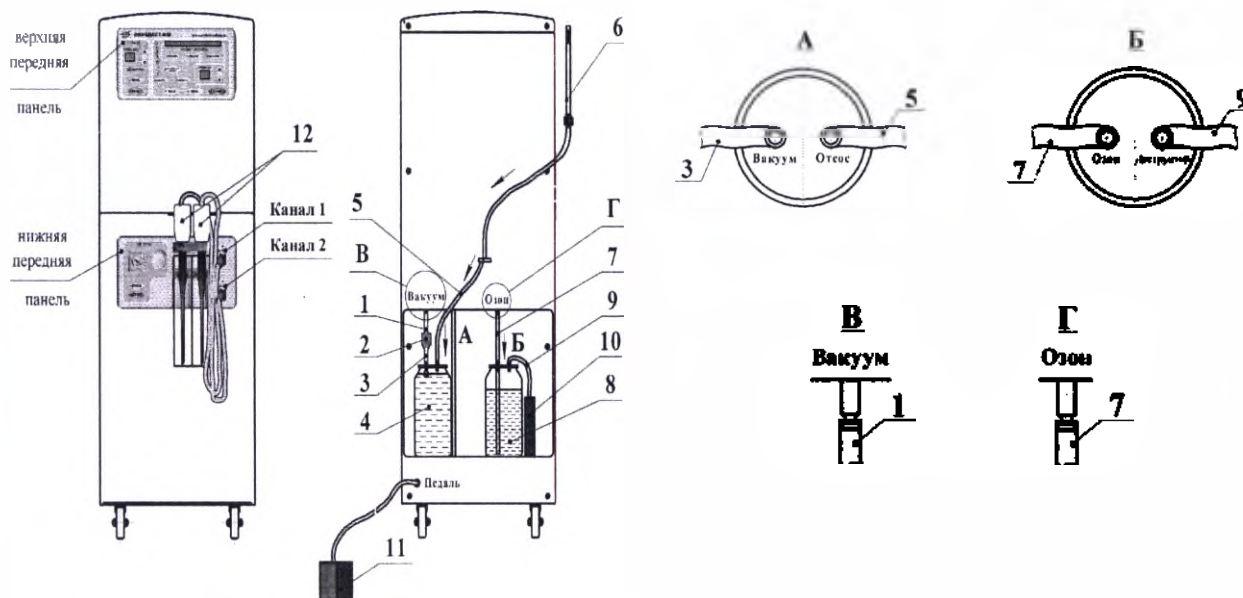
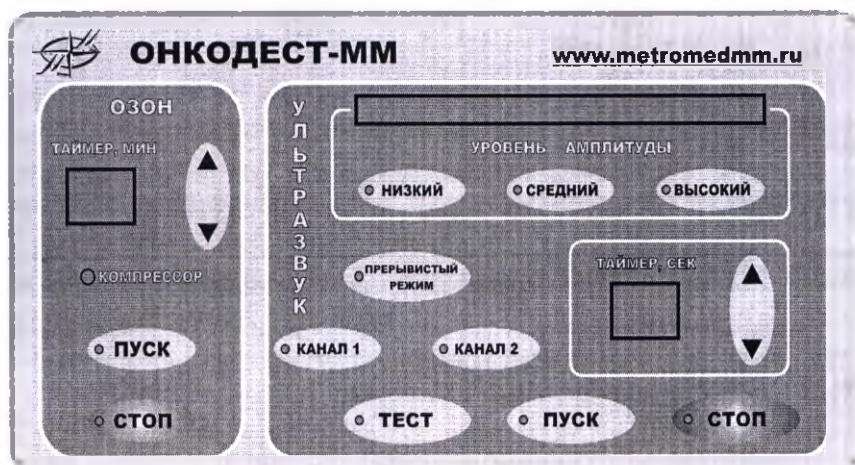
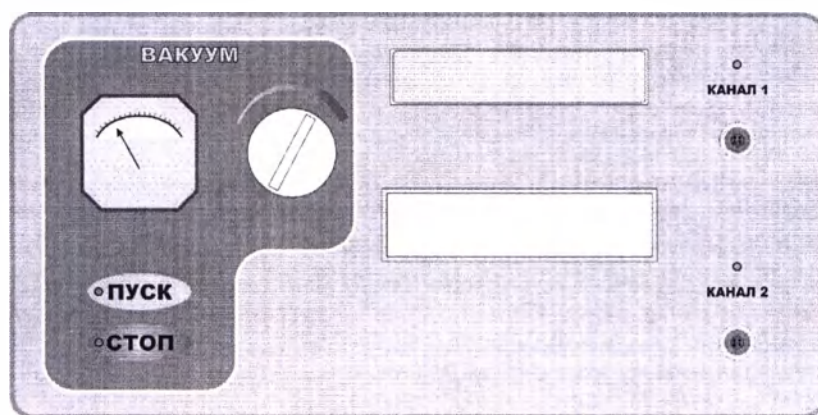

Рис. 2. Схема подготовки комплекса «Онкодест-ММ» к работе:
Рис.4. Верхняя передняя панель блока управления
Рис.5. Нижняя передняя панель блока управления
Подготовку комплекса к работе необходимо осуществлять в следующей последовательности (рис.2):
1) Акустические системы (поз. 12) подключают к разъемам КАНАЛ 1 и КАНАЛ 2, расположенным на нижней передней панели корпуса блока управления (рис. 5).
3) Соединительную трубку ПВХ (поз. 1) с установленным на ней бактериальным фильтром (поз.2) присоединяют к штуцеру ВАКУУМ (рис. 2 В), расположенному на задней стенке корпуса блока управления, а, с другой стороны бактериального фильтра (поз. 2), соединительную трубку ПВХ (поз.3) присоединяют к штуцеру ВАКУУМ (рис. 2 А), расположенному на крышке ёмкости-контейнера для сбора биологического материала (поз. 4).
4) Соединительную трубку ПВХ (поз. 5), с присоединённым к ней аспирационным наконечником (поз. 6), присоединяют к штуцеру ОТСОС (рис. 2 А), расположенному на крышке ёмкости-контейнера для сбора биологического материала (поз. 4).
5) Соединительную трубку ПВХ (поз. 7) присоединяют одним концом к штуцеру ОЗОН (рис. 2 Г), расположенному на задней стенке корпуса блока управления, а другим концом - к штуцеру ОЗОН (рис. 2 Б), расположенному на крышке ёмкости-контейнера с физиологическим раствором (поз. 8). Штуцер ДЕСТРУКТОР (рис. 2 Б), расположенный на крышке ёмкости-контейнера с раствором (поз. 8), присоединяют, посредством соединительной трубки ПВХ (поз. 9), с деструктором озона (поз. 10).
1) Переключатель СЕТЬ включают, что автоматически приводит к подключению акустической системы (рис. 2 поз. 12), подсоединённой к разъёму КАНАЛ 1, расположенному на нижней передней панели блока управления (рис. 5). Для подключения акустической системы, подсоединённой к разъёму КАНАЛ 2 нажимают кнопку КАНАЛ 2 на верхней передней панели блока управления (рис. 4).
2) Необходимую амплитуду смещения рабочего торца волновода-инструмента выбирают путем нажатия кнопки НИЗКИЙ, СРЕДНИЙ или ВЫСОКИЙ уровня амплитуды на верхней передней панели блока управления (рис. 4).
3) Кнопку ТЕСТ нажимают для проверки работы акустической системы (рис. 4).
5) Необходимое время работы акустической системы от 10 до 60 секунд устанавливают на поле УЛЬТРАЗВУК (рис. 4).
6) Нажимают кнопку ПУСК на поле УЛЬТРАЗВУК, расположенном на верхней передней панели блока управления (рис. 4) или нажимают на педаль (рис. 2 поз. 11).
8) При необходимости проведения процедуры в прерывистом режиме нажимают кнопку ПЕРЫВИСТЫЙ РЕЖИМ, расположенную на верхней передней панели блока управления (рис. 4).
Для отключения работы акустической системы до истечения установленного времени нажимают кнопку СТОП на поле УЛЬТРАЗВУК (рис. 4).
2. Время охлаждения акустической системы (рис. 2 поз. 12) после непрерывной работы в течение 5 минут, составляет не менее 10 минут после отключения акустической системы.
3. При отсутствии педали (рис. 2 поз. 11) включение акустической системы производится кнопкой ПУСК на поле УЛЬТРАЗВУК, расположенном на верхней передней панели блока управления (рис.4).
1) Штуцер ОЗОН (рис.2Г), расположенный на задней стенке блока управления, соединяют, с помощью соединительной трубки ПВХ (рис.2 поз 7), к штуцеру ОЗОН (рис.2Б), расположенному на крышке ёмкости-контейнера с раствором (рис.2 поз.8). Подсоединение должно быть герметичным и не допускать утечки озона.
3) Время работы от 10 до 60 мин устанавливают на поле ОЗОН, расположенном на верхней передней панели блока управления (рис. 4).
4) Кнопку ПУСК нажимают (рис. 4) и происходит включение генератора озона.
5) По истечении заданного времени работы, генератор озона отключается автоматически и происходит включение индикации КОМПРЕССОР на поле ОЗОН, расположенном на верхней передней панели блока управления (рис. 4).
Для отключения генератора озона до истечения установленного времени нажимают кнопку СТОП на поле ОЗОН, расположенном на верхней передней панели блока управления (рис. 4).
При работе комплекса в режиме генерации озона ЗАПРЕЩАЕТСЯ отключение комплекса от сети в течение 60 с до момента полного прекращения работы компрессора (до отключения индикации КОМПРЕССОР на поле ОЗОН, расположенном на верхней передней панели блока управления (рис. 4).
1) Соединительную трубку ПВХ (рис. 2 поз. 1) с установленным на ней бактериальным фильтром (рис. 2 поз. 2) присоединяют к штуцеру ВАКУУМ (рис. 2 В), расположенному на задней стенке корпуса блока управления, а, с другой стороны бактериального фильтра (рис. 2 поз. 2), соединительную трубку ПВХ (рис. 2 поз. 3) присоединяют к штуцеру ВАКУУМ (рис. 2 А), расположенному на крышке ёмкости-контейнера с биологическим материалом (рис. 2 поз. 4).
3) Кнопку ПУСК нажимают на поле ВАКУУМ, расположенном на нижней передней панели блока управления (рис. 5), или нажимают на педаль (рис. 2 поз. 11).
4) Необходимый для обработки уровень разряжения устанавливают с помощью рукоятки, расположенной на нижней передней панели блока управления (рис. 5).
5) Для выключения работы источника вакуума нажимают кнопку СТОП на поле ВАКУУМ, расположенном на нижней передней панели блока управления (рис. 5).
1. Подключают акустические системы (рис. 2 поз. 12) к разъёмам КАНАЛ 1 и КАНАЛ 2 на нижней передней панели блока управления (рис. 5) и педаль к разъёму ПЕДАЛЬ на задней стенке блока управления;
8. Выбирают необходимую амплитуду смещения рабочего торца волновода-инструмента путем нажатия кнопки НИЗКИЙ, СРЕДНИЙ или ВЫСОКИЙ уровень амплитуды на верхней передней панели комплекса (рис. 4);
9. Устанавливают необходимое время работы акустической системы 60 секунд на поле УЛЬТРАЗВУК, нажимают кнопку ПУСК на поле УЛЬТРАЗВУК (рис. 4) или нажимают на педаль;
11. Убеждаются по секундомеру, что через 60 с работы акустической системы процесс озвучивания прекращается, акустическая система, подключенная к разъёму КАНАЛ 1 (рис. 5), автоматически выключается;
12. Для подключения акустической системы, подсоединённой к разъёму КАНАЛ 2 (рис. 5), нажимают кнопку КАНАЛ 2 на верхней передней панели комплекса, при этом загорается индикатор КАНАЛ 2 (рис. 4);
16. Для включения комплекса в режиме генерации озона необходимо установить время работы генератора озона 10 минут на поле ОЗОН и нажать кнопку ПУСК на поле ОЗОН (рис. 4), при этом должно происходить барботирование жидкости озоном в ёмкости-контейнере с физиологическим раствором (рис. 2 поз. 8);